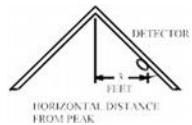

Figure 5: Montage an Schrägen oder Spitzdecken
- ◆ Sollten einige der Räume Schrägen oder Spitzdecken aufweisen, versuchen Sie den Melder ca. 90cm vom höchsten Punkt entfernt zu montieren, siehe Figure 5.